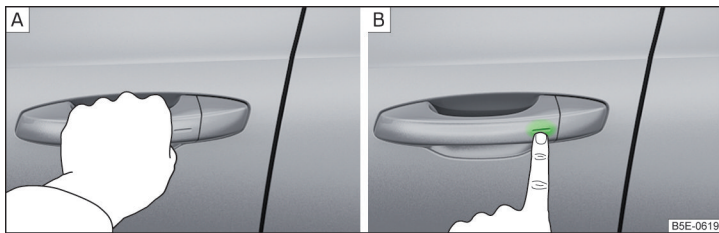

Fig. 34 Descuierea / încuierea autovehiculului
- ▶ Trageți de mânerul portierei, pentru a **descuia** autovehiculul » fig. 34 - A.
- ▶ Pentru a **încuia** autovehiculul, atingeți cu degetul senzorul din mânerul portierei » fig. 34 - B.